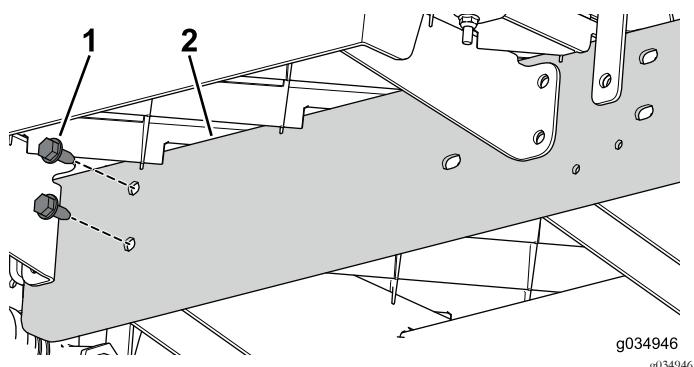

Рисунок 75
- С помощью двух болтов (5/16 x 3/4 дюйма) установите, не затягивая, удлинительную балку на центральный швеллер в передней части автомобиля (Рисунок 75).